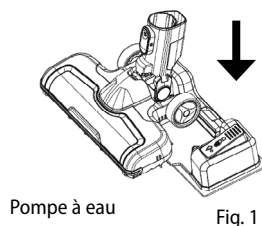

Fig. 1
1. Si vous souhaitez également laver par terre pendant l'aspiration, placer la turbo brosse dans le bac d'eau (14) et appuyer légèrement, vous entendrez un clic (Fig. 1).